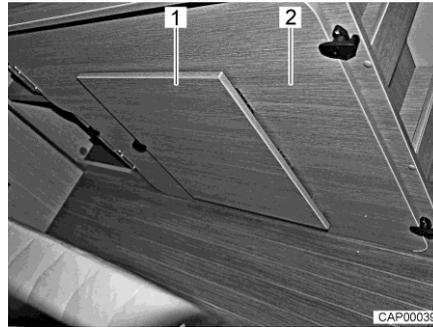

Fig. 75 Planche amovible sur le coffre de banquette de droite
- Retirer la planche amovible supplémentaire (Fig. 75,2) du coffre de banquette de droite à l'arrière.
- Déplier le repose-pieds (Fig. 75,1) de la planche amovible.